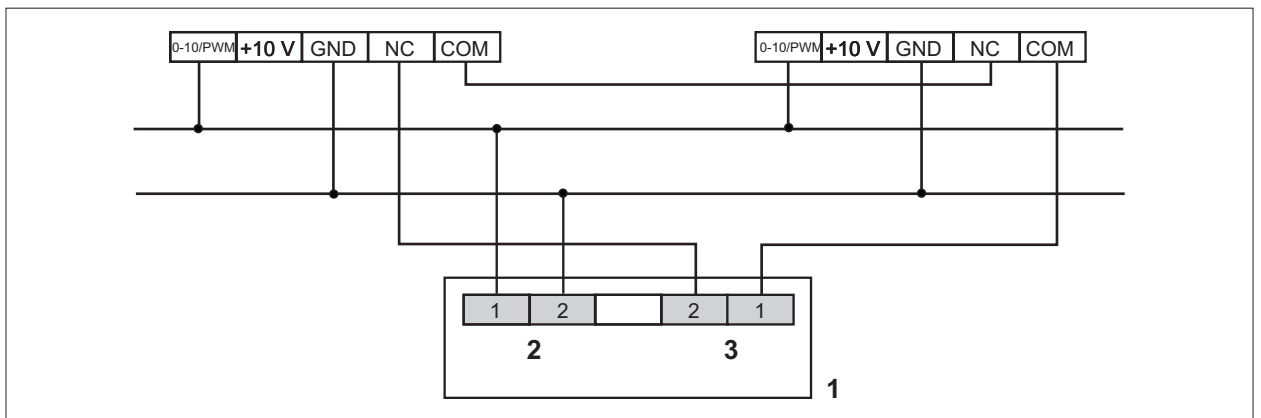

Abb. 6.3 Schaltplan Lüftungsmodul LM2 an Luftheizer LH-EC 40 - 100 anschließen
- ▶ Abb. 6.3 Schaltplan Lüftungsmodul LM2 an Luftheizer LH-EC 40 - 100 anschließen beachten.